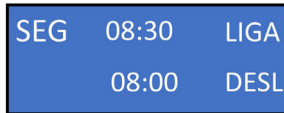

Figura 41
33. Para cambiar los horarios, use los botones “arriba” o “abajo” para agregar valor y el botón “abajo” para disminuir, cuando el valor esté configurado, pulse el botón “OK” para confirmar y así sucesivamente, hasta que todos los horarios estén definidos (figura 41).